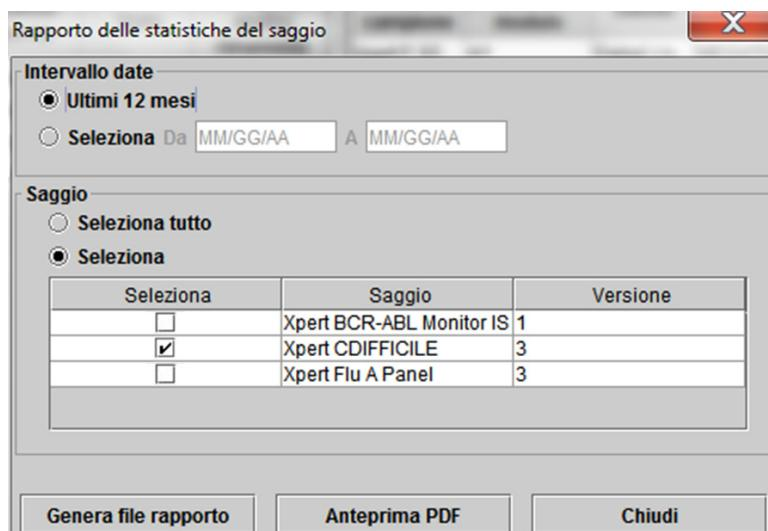

Figura 5-90. Finestra di dialogo Rapporto delle statistiche del saggio
- 2) Se desiderato, per stampare il rapporto andare alla posizione salvata, aprire il rapporto e stamparlo. Verrà stampato un rapporto simile a quello presentato nella Figura 5-90.
- B. **Anteprima PDF:** consente di creare un file PDF e di visualizzarlo nella finestra di Adobe Reader. Vedere la Figura 5-90. È possibile salvare e stampare il file PDF tramite il software Adobe Reader.
- **Anteprima PDF:** consente di creare un file PDF e di visualizzarlo nella finestra di Adobe Reader. Vedere la Figura 5-90. È possibile salvare e stampare il file PDF tramite il software Adobe Reader.